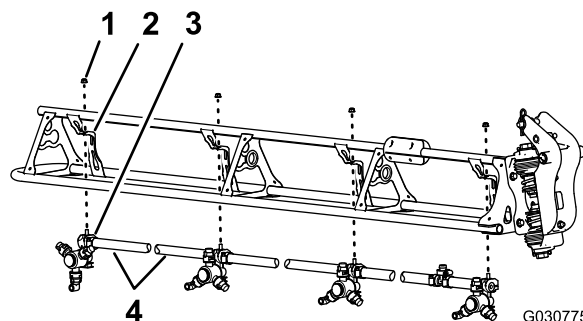

Figura 118
1. Corte o tubo entre os 2 bicos do pulverizador (Figura 118).
2. Retire a porca de bloqueio flangeada (5/16 pol.) que prende o bico do pulverizador ao suporte do bico (Figura 118).